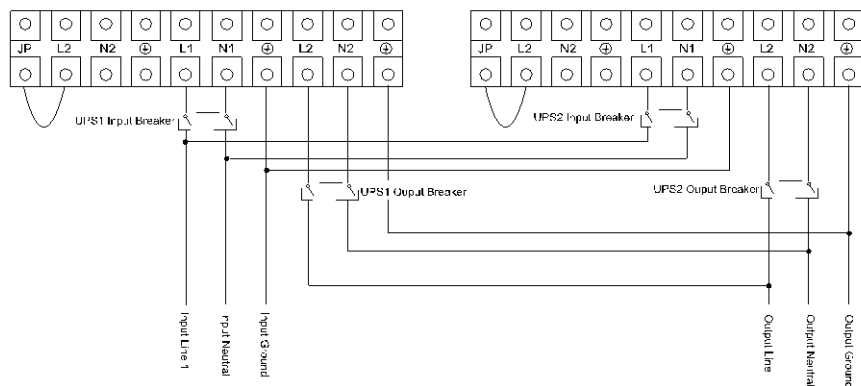
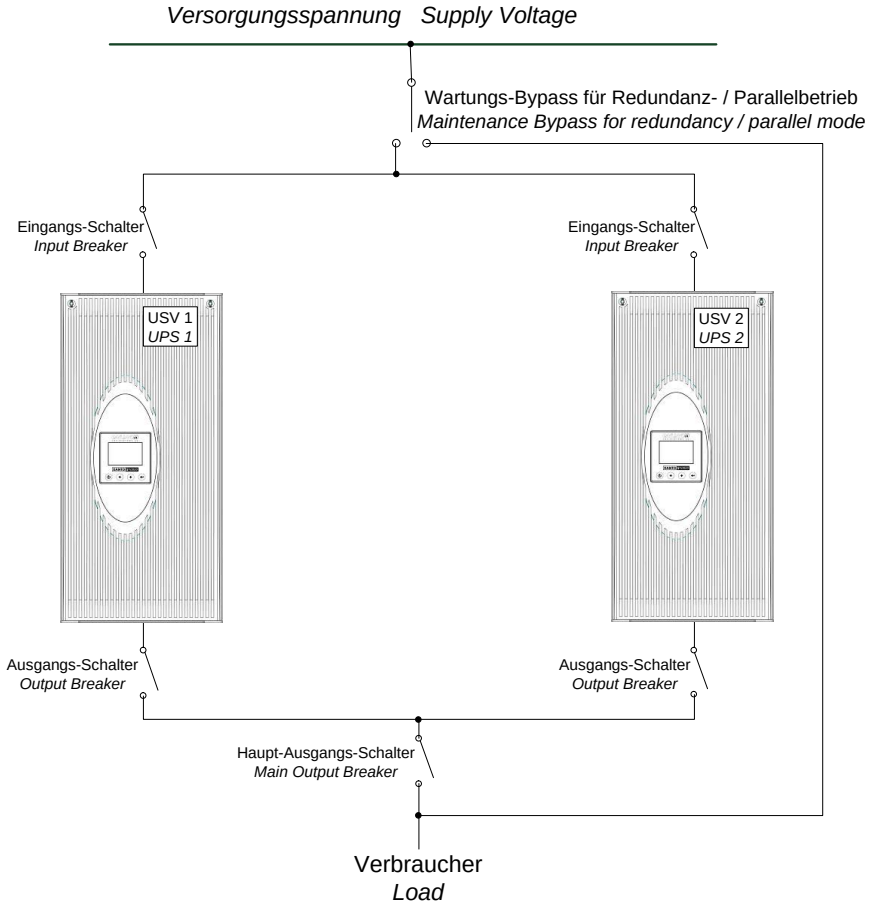

Figura 29: Schema di collegamento 1 Collegamento in parallelo
Figura 30: Schema di collegamento 2 Collegamento in parallelo
2. Collegare gli ingressi e le uscite degli UPS come illustrato nella Figura 29 e nella Figura 30 con i singoli interruttori di potenza (ciascuno a 2 poli per L e N, interruttori di potenza non compresi nella fornitura). Verificare che tutti gli interruttori di potenza siano aperti.
3. Inoltre, ONLINE raccomanda di installare un bypass di manutenzione supplementare (non incluso nella fornitura) per l'unità (vedi Figura 30).
4. Inserire il ponticello tra L2 e JP in ogni UPS (vedi Figura 29).